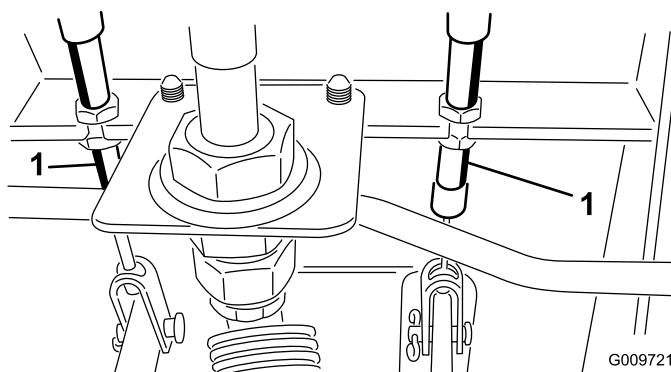

Figura 52
A. Allentate il dado anteriore sull'estremità filettata del cavo del freno (Figura 52).